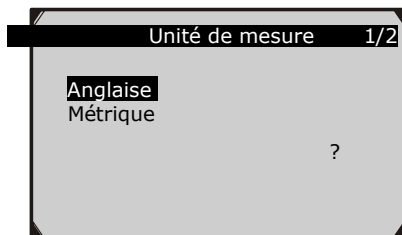

Figure 3.6
- 2) De l'écran **Unité de mesure** utilisez le bouton de défilement **HAUT/BAS** pour sélectionner l'unité de mesure de votre choix. (Figure 3.6)